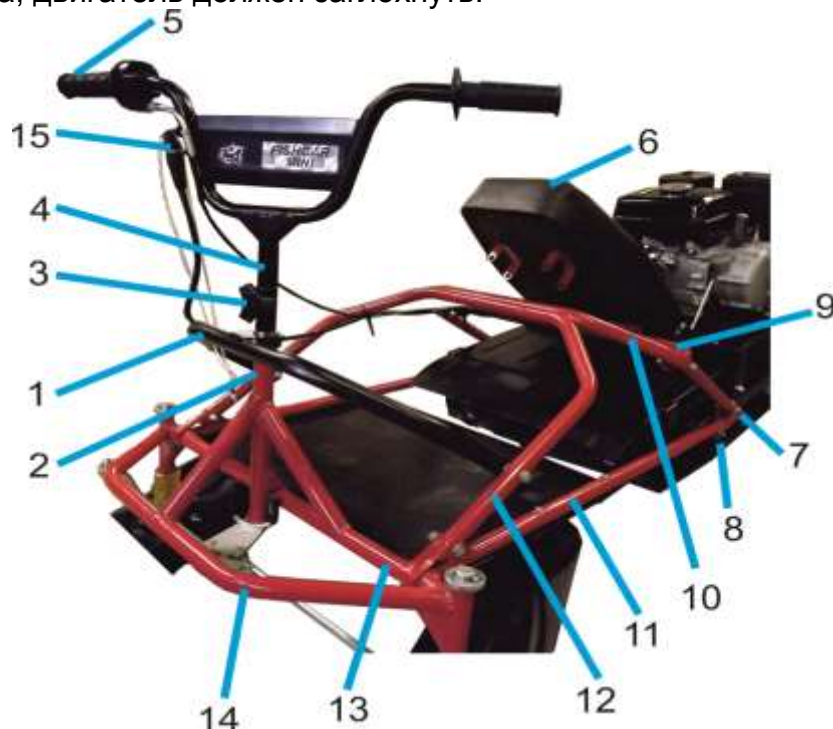

Рис. 5. Рама с сиденьем и рулевой узел
- Сборку рамы с сиденьем производить в следующей последовательности (см. рис. 5):